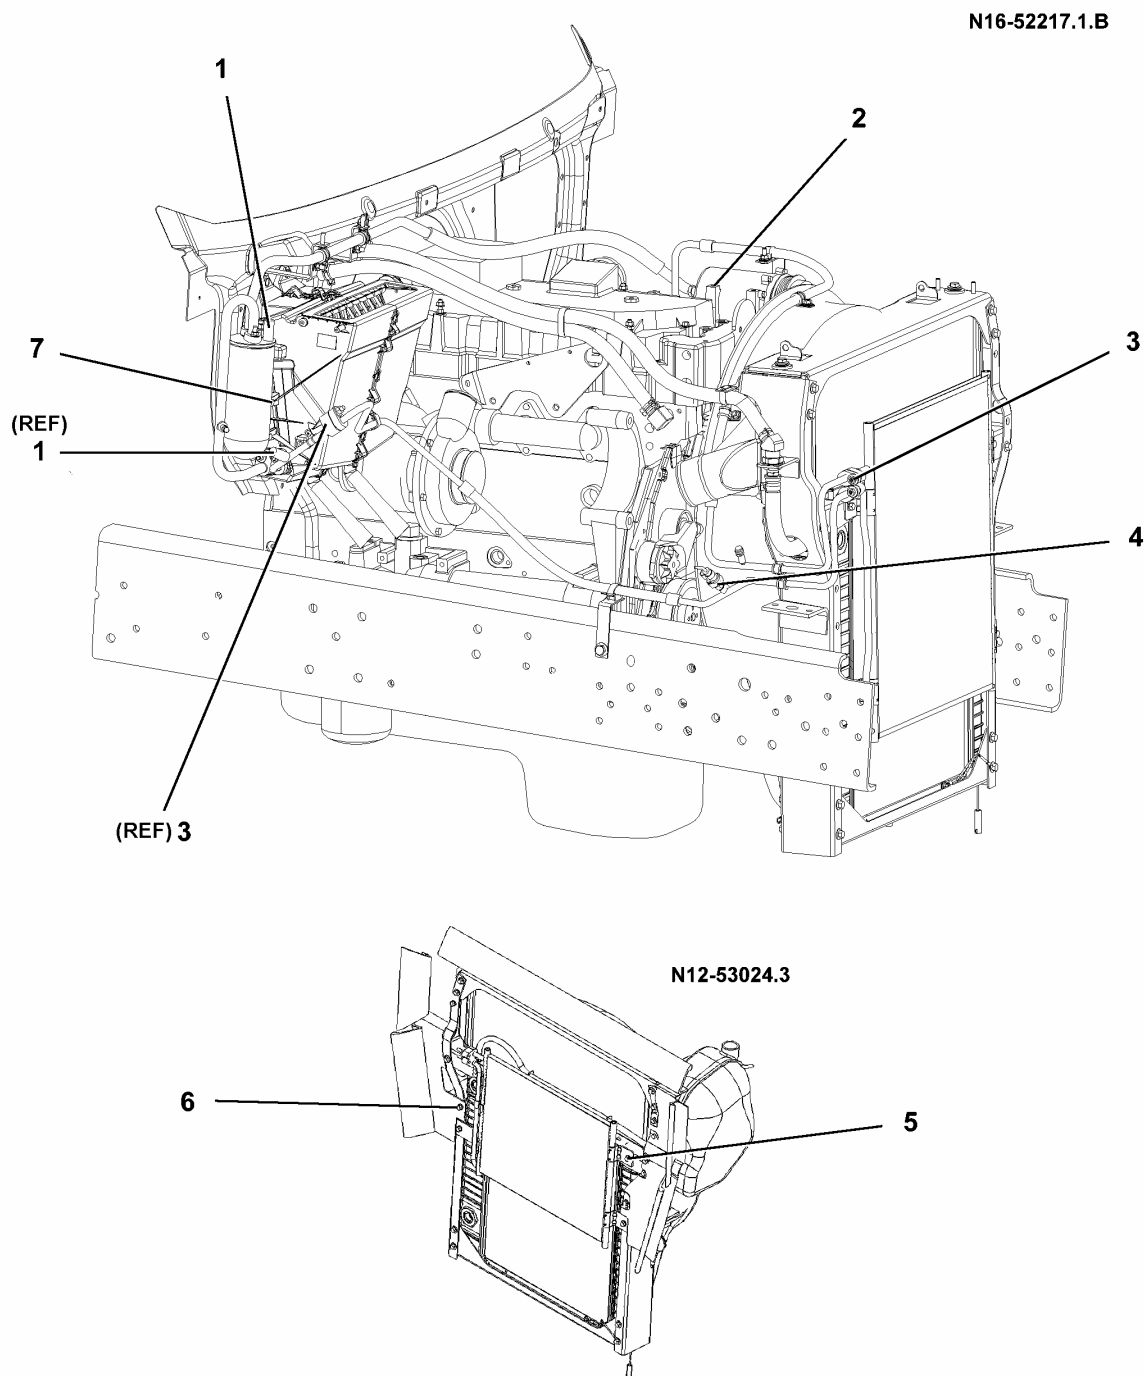
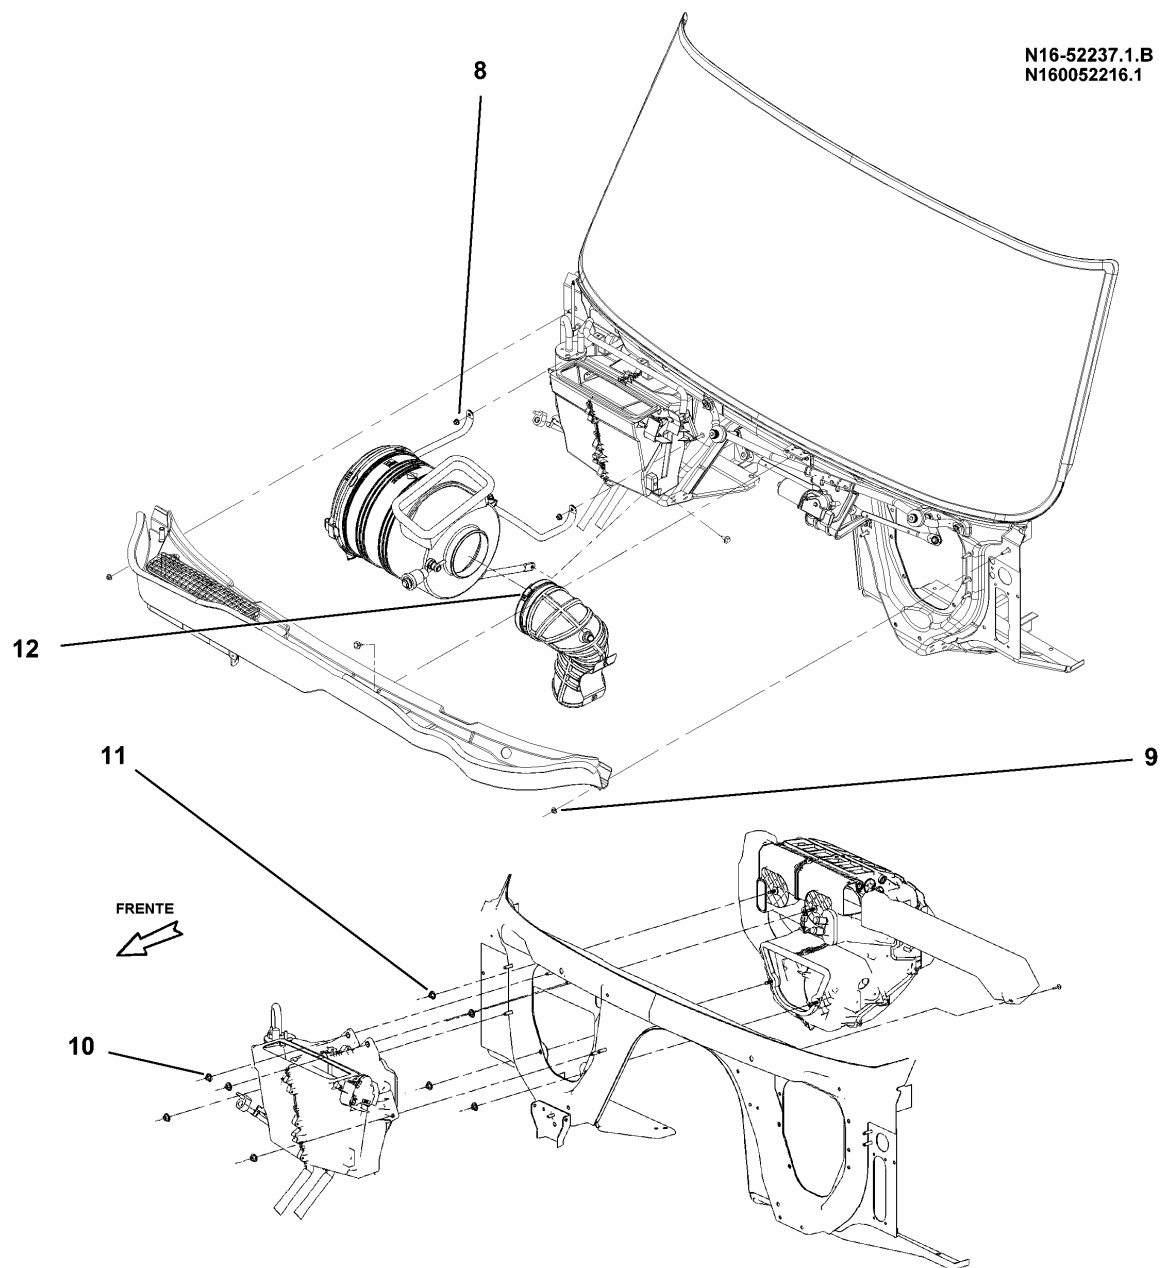

Figura 79 Ubicación de Torsiones, Vista 1 (Se Muestra Motor Pre-2004 I6. Otros son Similares)
Figura 80 Ubicación de Torsiones, Vista 2
*Refiérase a los tres diagramas de localización de torsión (Figura 79, Figura 80 y Figura 81) que siguen de esta tabla.